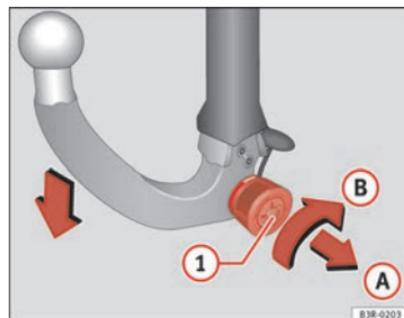
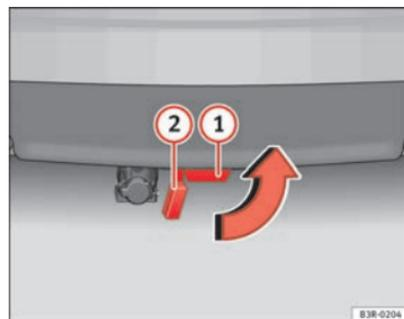

Fig. 159 Dispositivo di traino asportabile. Come smontare il gancio a testa sferica
Fig. 160 Paraurti posteriore: collocare il tappo
- Inserire la chiave nella serratura della rotella ① ⇒ fig. 159.
- Tenere fermo il gancio a testa sferica e tirare la rotella in direzione della freccia ①.
- Tenere tirata la rotella e girarla in direzione della freccia ② fino a quando scatta.
- Estrarre il gancio a testa sferica dall'attacco ③ ⇒ fig. 160, tirandolo verso il basso. L'attacco viene automaticamente chiuso dal coperchio ④.